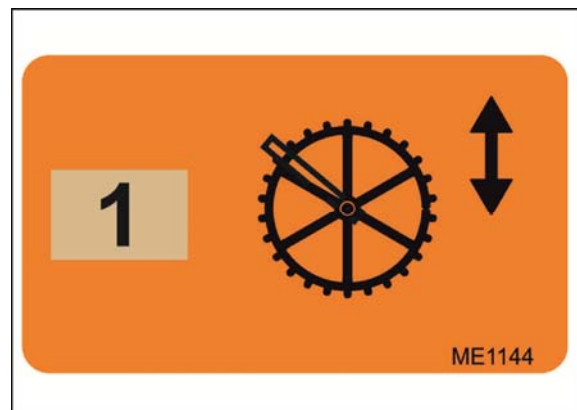
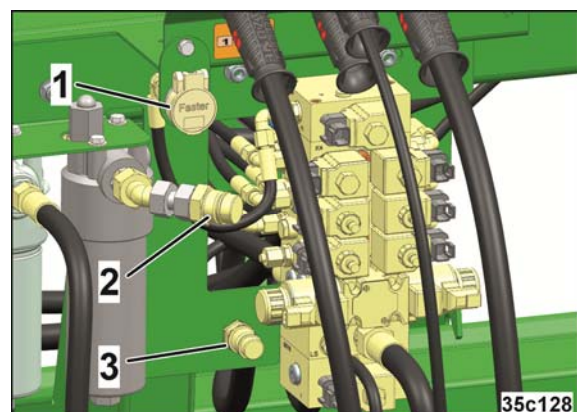

Fig. 39
Fig. 40
⁽¹⁾ ED xx00-2FC : en association avec un entraînement hydraulique des éléments semeurs, le retour de la turbine doit être alimenté de la trémie avant dans l'entraînement des éléments semeurs (Fig. 40/2). Celui-ci n'est pas sans pression. Dans ce cas, un raccord d'huile de fuite est présent (Fig. 40/3).
- Relevage de la roue d'entraînement (*nature*) (Fig. 39), seulement sur hydraulique standard et confort
- Relevage de la roue d'entraînement (*nature*) (Fig. 39 an Fig. 40/1), seulement pour hydraulique Profi
- Moteur hydraulique du doseur (*rouge*), (Fig. 40/2)
- Raccord d'huile de fuite (*rouge*), (Fig. 40/3), en association avec un entraînement hydraulique d'élément semeur.